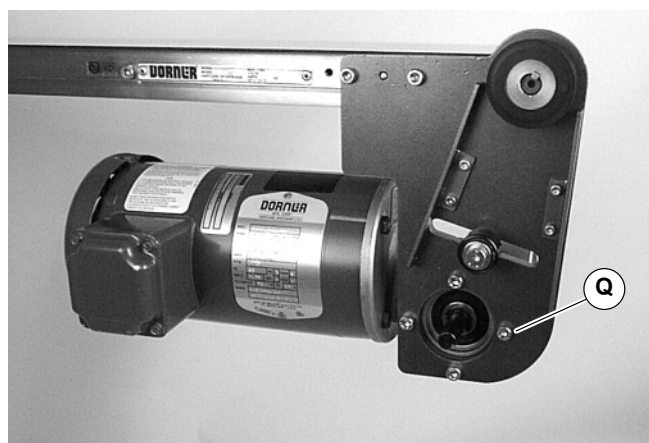

Abbildung 15
4. Vier (4) Montageschrauben des Untersetzungsgetriebes (Q siehe Abbildung 15) entfernen. Getriebemotor entfernen.
12. Getriebemotor am Installationsträger installieren, und Schrauben (Q siehe Abbildung 15) mit 12 Nm festziehen.